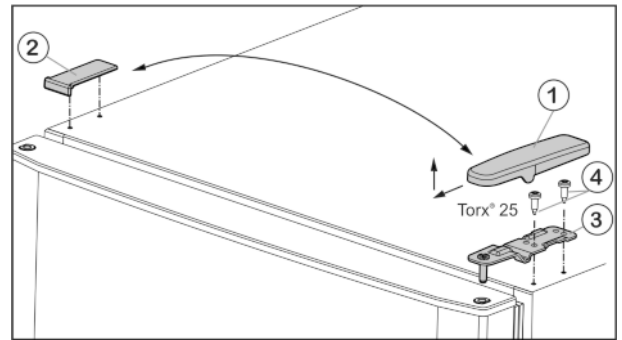

Fig. 4
- ▶ Потяните крышку Fig. 4 (1) вперед и вверх.
- ▶ Снимите крышку Fig. 4 (2).
- ▶ Открутите верхний опорный кронштейн Fig. 4 (3)(2 шт. Torx® 25) Fig. 4 (4) и вытяните вверх.
- ▶ Установите верхнюю дверцу на средний опорный кронштейн (13).
- ▶ Установите верхний опорный кронштейн Fig. 4 (3) на новой стороне шарнира и защелкните в дверце.
- ▶ Привинтите верхний опорный кронштейн (с моментом 4 Нм) (2 шт. Torx® 25) Fig. 4 (4). При необходимости используйте аккумуляторный шурупверт.
- ▶ Наденьте и защелкните крышку Fig. 4 (1) на противоположной стороне снаружи.
- ▶ Также наденьте сверху и защелкните крышку Fig. 4 (2) на противоположной стороне.